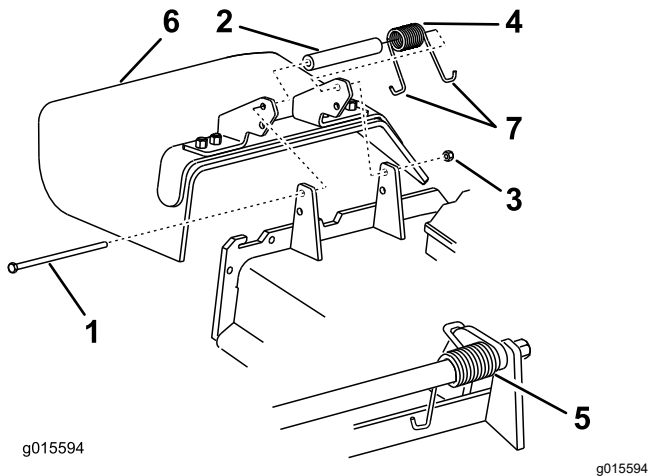

Figure 92
1. Retirez le contre-écrou, le boulon, le ressort et l'entretoise qui fixent le déflecteur aux supports de pivot (Figure 92).
2. Déposez le déflecteur d'herbe s'il est endommagé ou usé (Figure 92).
Remarque: Prenez soin de placer une extrémité en J du ressort derrière le bord du plateau avant de mettre le boulon en place, comme montré à la Figure 92.
6. Accrochez 1 extrémité en J du ressort au déflecteur d'herbe (Figure 92).